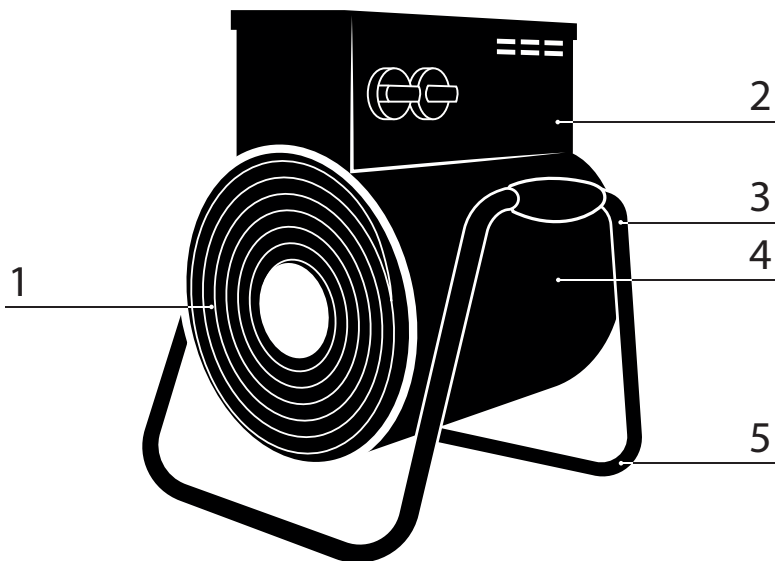

Рис. 1. Тепловая пушка
Корпус пушки (4) (рис. 1) изготовлен из листовой стали с высококачественным полимерным покрытием. Корпус закреплен на подставке (5) с двумя ручками (2) для переноски. Внутри корпуса установлены трубчатые электронагревательные элементы и осевой вентилятор. Вентилятор всасывает воздух через заднюю решётку (3). Поток воздуха, проходя через электронагреватели, нагревается и подается в помещение через переднюю решётку (1). Органы управления расположены на боковой стенке корпуса.
Электрическая схема тепловой пушки представлена в приложении на рис. 1.